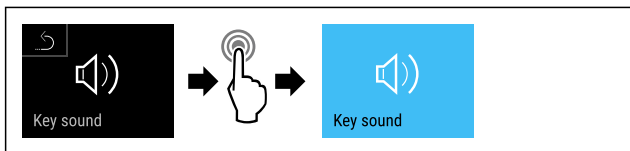

Fig. 94
- ▶ Suorita toimenpidevaiheet (katso Fig. 94).